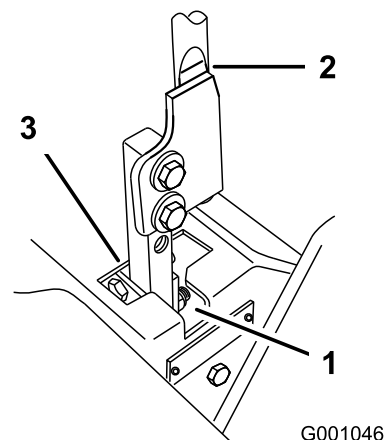

Bild 63
5. Move the lever to the neutral position but not locked (Bild 63).
6. Ziehen Sie den Hebel zurück, bis der Lastösenbolzen (am Arm unter dem Gelenkschaft) das Schlitzende berührt (und soeben Druck auf die Feder ausübt) (Bild 63).
7. Prüfen Sie, dass der Fahrtriebshebel relativ zur Kerbe im Armaturenbrett ist (Bild 63). Er sollte zentriert sein, so dass der Hebel nach außen in die gesperrte Neutralstellung gedreht werden kann.